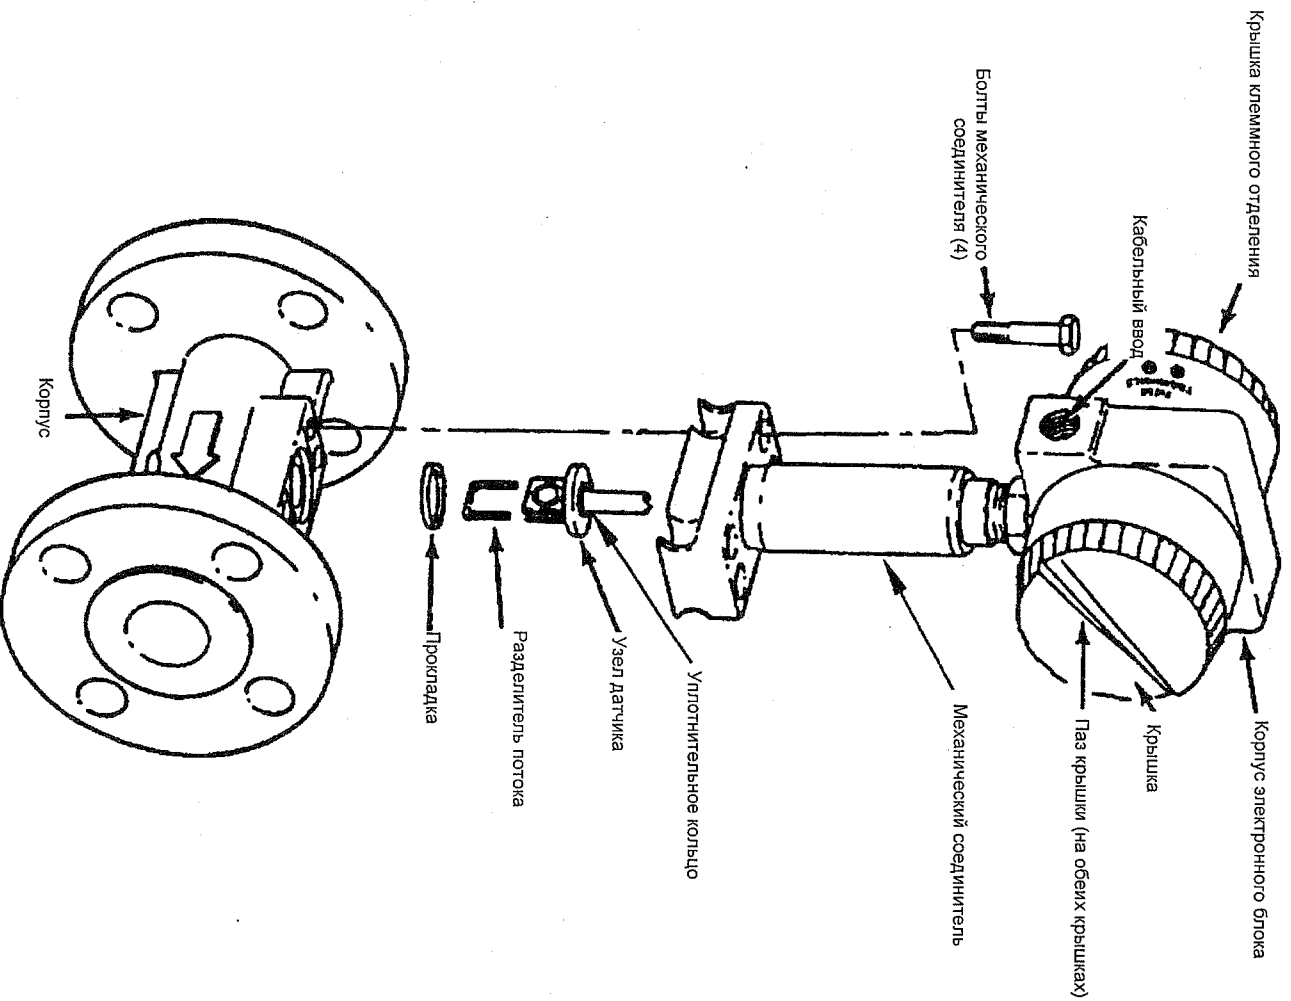

Рис. 28. Узел расходомера
4. Снимите болты механического соединителя и снимите корпус электронного блока, механический соединитель и датчик как единый узел. См. рис. 28.